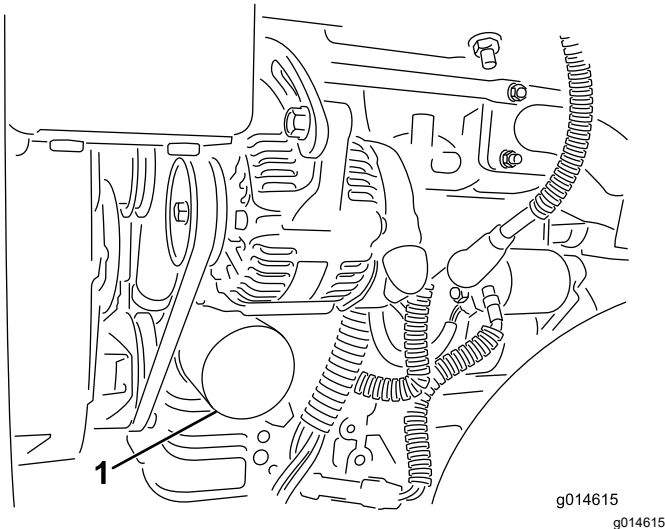

Figura 36
2. Demontai filtrul de ulei (Figura 36). Aplicai un strat subire de ulei curat pe garnitura filtrului nou.